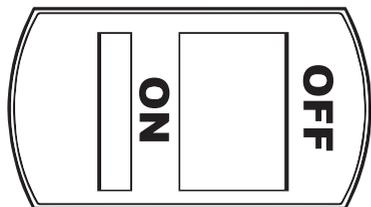

Рис. 30. Выключатель зажигания
- Включите зажигание, для этого на выключателе зажигания на рукоятках нажмите кнопку «ON» (Включено) (Рис. 30).
При возникновении аварийной ситуации, для экстренной остановки двигателя устройства отпустите рычаг включения хода и нажмите на выключателе зажигания кнопку «OFF» (Выключено) (Рис. 30)
4. Нажмите на выключателе зажигания кнопку «OFF» (Выключено) (Рис. 30).